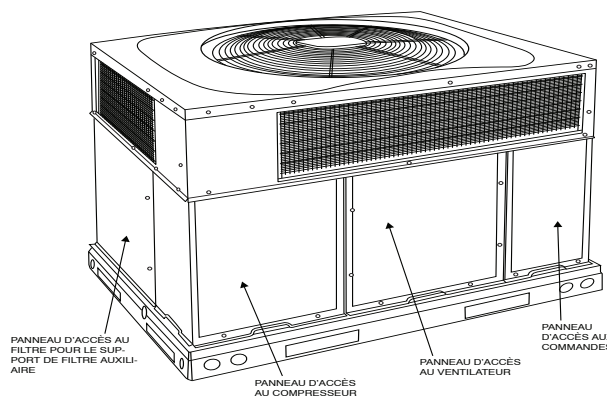
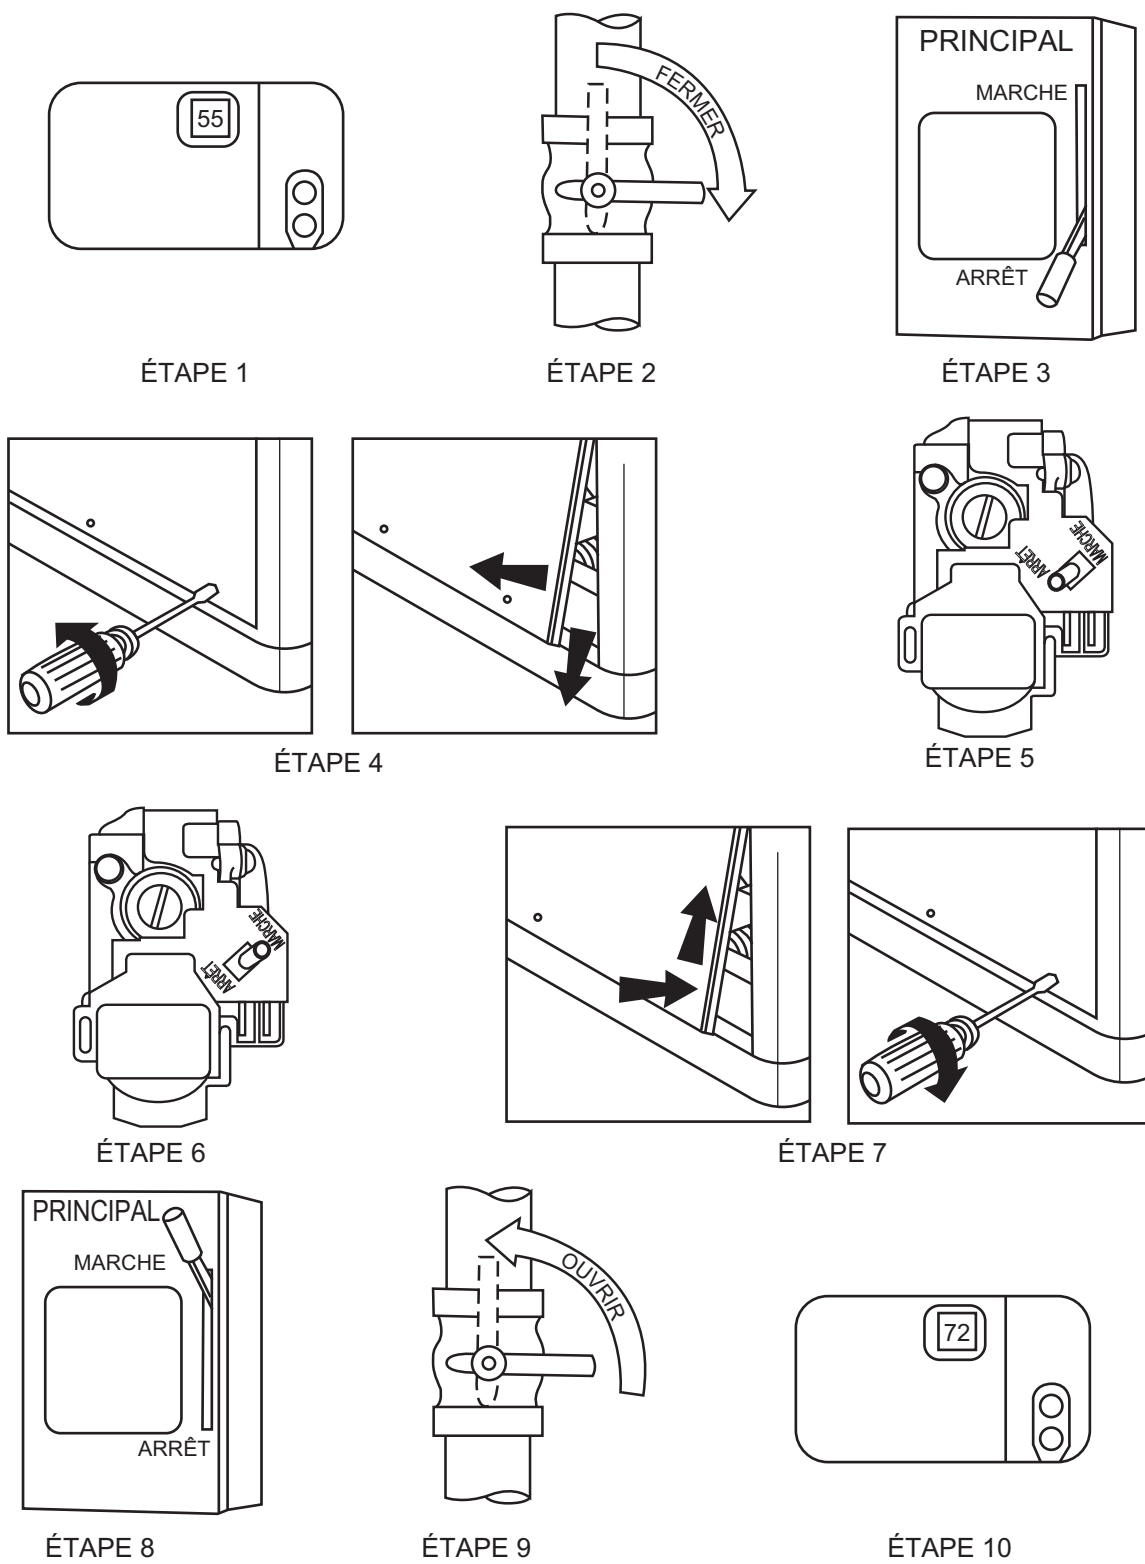

Figure 2 – Panneau d'accès de l'appareil
Figure 4 – Pour démarrer l'appareil de chauffage au gaz
Consultez la figure 2 pour connaître l'emplacement du panneau d'accès avant de l'appareil. Consultez la figure 3 pour connaître l'emplacement du robinet de gaz. Consultez la figure 4 pour effectuer les étapes suivantes.
4. Retirez le panneau d'accès de commande au moyen d'un tournevis à douille de 5/16 po. (Consultez la figure 2.)
4. Retirez le panneau d'accès de commande. (Consultez la figure 2.)
Pour remplacer ou inspecter les filtres dans un support accessoire de filtre (consultez la figure 2) :